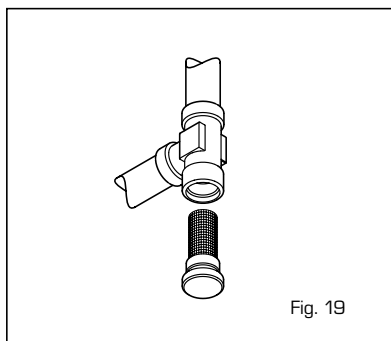

Fig. 19
4.4.1 Pulizia filtro circuito riscaldamento (fig. 19)
- Otturazione del filtro circuito riscaldamento da impurità (fig. 19): provvedere alla pulizia.